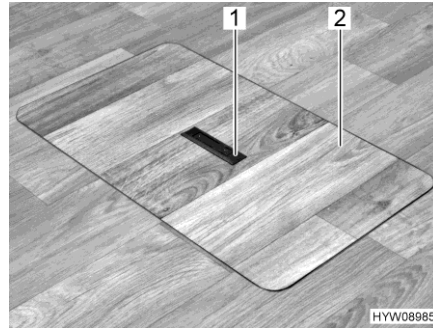
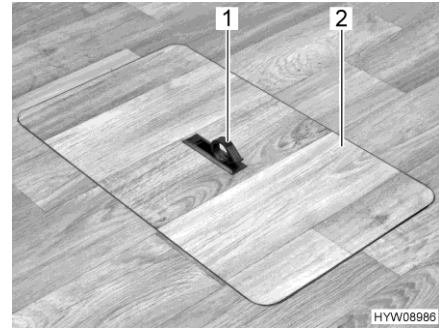

Fig. 58 Cubierta de servicio (tirador hundido)
Fig. 59 Cubierta de servicio (tirador girado hacia fuera)
- Presionar hacia abajo un lado de la placa de agarre (Fig. 58,1). El tirador (Fig. 59,1) girará hacia arriba.
- Retirar la cubierta de servicio (Fig. 59,2) hacia arriba.
- Insertar la cubierta de servicio (Fig. 59,2) en el marco en el piso.